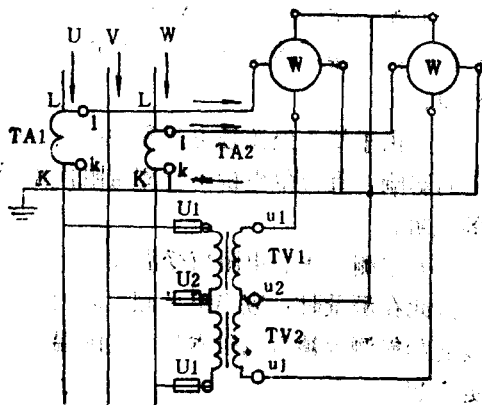

图 1-5
2. 三相二元件功率表测量功率的联接 三相二元件功率表通常用于高压线路功率的测量, 采用电压互感器和电流互感器法扩大量程, 其接线如图1-5所示。